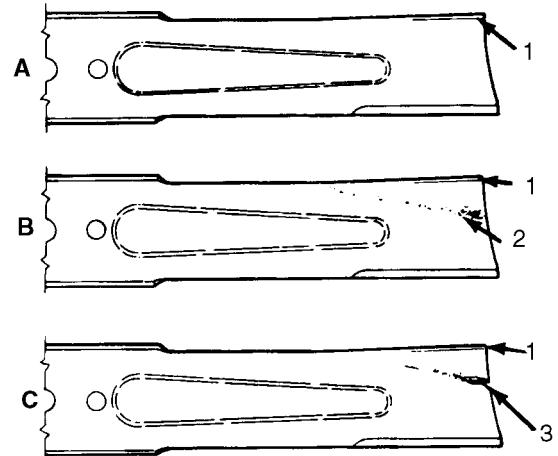

Figure 17
2. Examiner attentivement les tranchants de la lame, particulièrement au point de jonction de la partie plate et de la partie recourbée (Fig. 17 A). Le sable et les matériaux abrasifs peuvent user le métal qui relie ces deux parties de la lame, aussi vérifier l'état de cette dernière avant d'utiliser la tondeuse. Remplacer la lame si elle semble usée (Fig. 17 B); se reporter à la section *Dépose de la lame de coupe*.